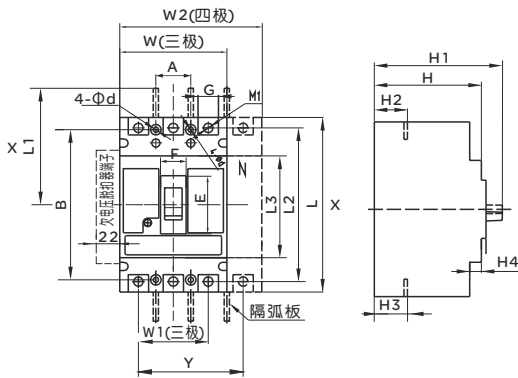
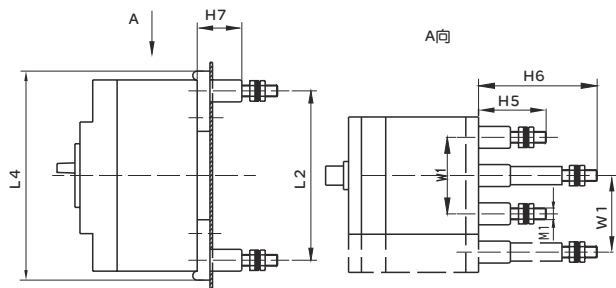
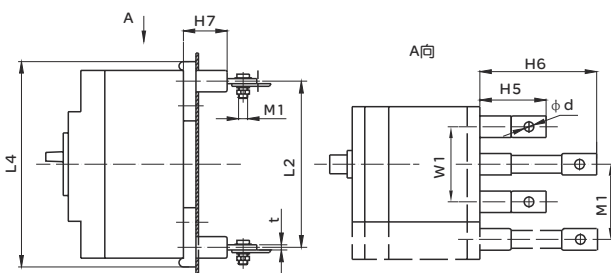
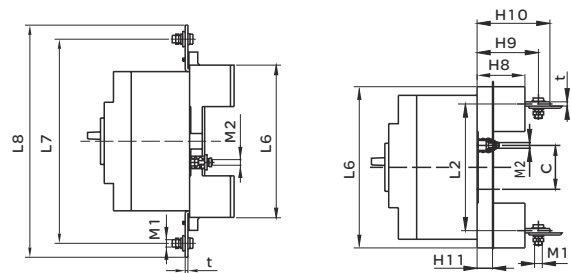

图2 固定式板前接线
图3 RDM1E-125、250固定式板后接线
图4 RDM1E-400、800固定式板后接线
图5 插入式板前接线 (三极) 图6 插入式板后接线 (三极、四极)
外形尺寸见图2、图3、图4、图5、图6及表10
- (1) 板前接线外形尺寸见图2 (X-X、Y-Y为三极断路器中心)
- (2) 板后接线外形尺寸见图3, 见图4 (630壳架暂不提供)
- (3) 插入式板前接线外形尺寸见图5 (630壳架暂不提供)